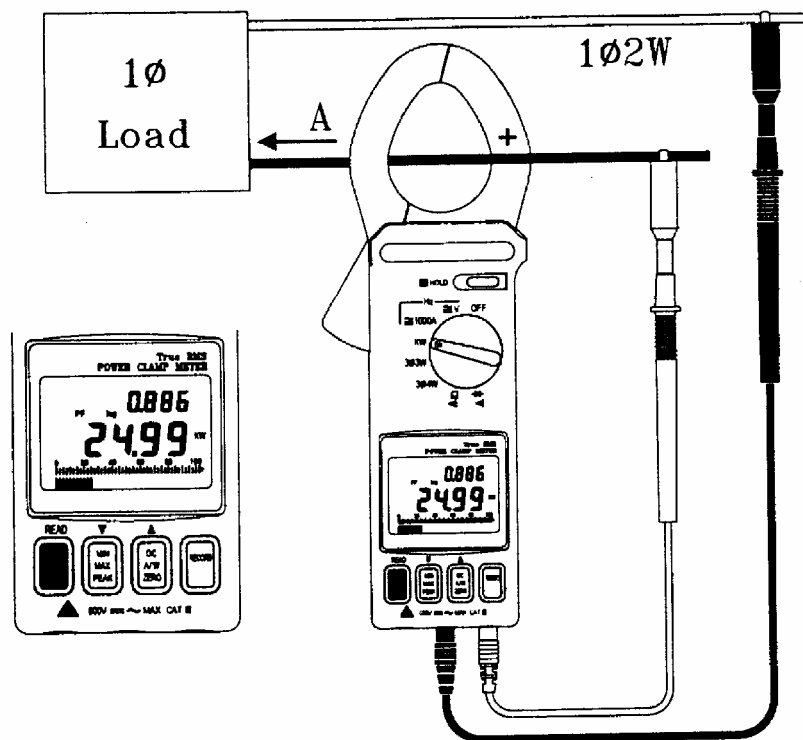

Рис. 3
2. Установите переключатель выбора режимов в положение KW (см. рис. 3).
8. Прочтите на дисплее показание мощности (KW) и коэффициента мощности (PF).